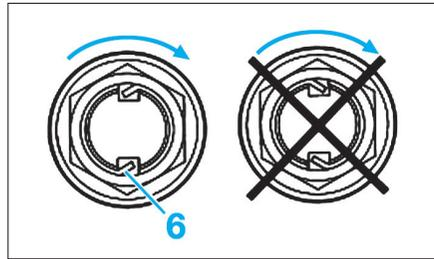

Fig. 22
• Reposer le circlip (6) en positionnant son ouverture en face de l'orifice (flèche) sur le pivot (Fig.22).